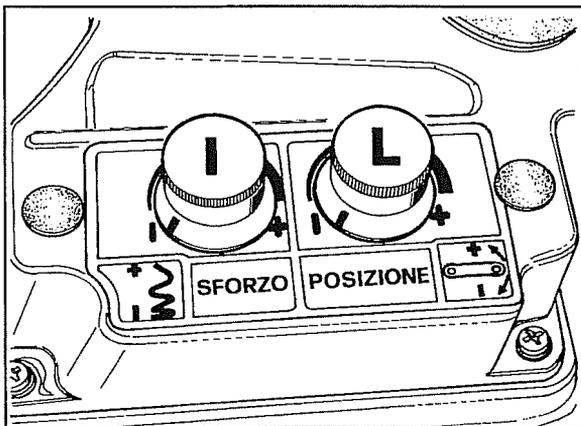

Abb. 52
- f. Den Rheostaten **R L** (Abb. 52) im Uhrzeigersinn verdrehen. Wenn er auf der Mitte des Weges angekommen ist, müßte der Kraftheber beginnen, sich zu heben. Andernfalls ist die Einstellung wie vorstehend beschrieben zu korrigieren, indem man den Sensor auf seinem Träger losschraubt oder einschraubt.